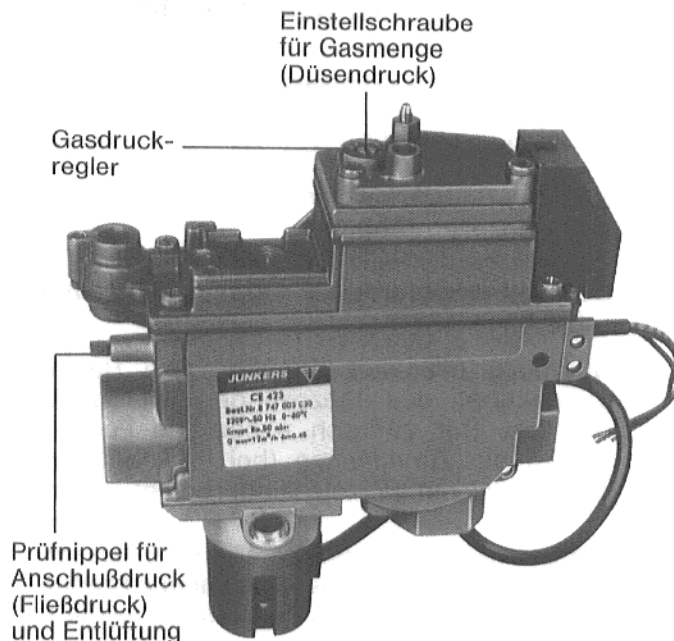
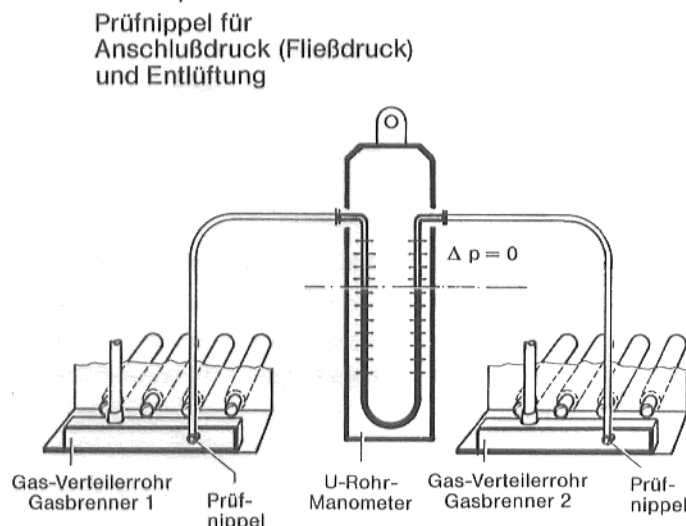

Abb. 3
Abb. 5
4.3 U-Rohr-Manometer am Prüfnippel für Anschlußdruck und Entlüftung anschließen (Abb. 5 u. 9).
- 6.2.2 U-Rohr-Manometer nach Abb. 5 anschließen.
Gasdruck entsprechend dem Wobbeindex aus der Gasdrucktabelle Seite 8 entnehmen und einstellen. Gemessen wird mit dem U-Rohr-Manometer am Prüfnippel des ersten Verteilerrohres (siehe Abb. 5). Bei abweichendem Gasdruck durch Drehen der Einstellschraube am Gasdruckregler der ersten Gasbrennerarmatur nach rechts oder links den angegebenen Düsendruck einstellen (Abb. 3 u. 4).
Die zweite Gasbrennerarmatur ist durch Drehen des Gasdruckreglers nach rechts oder links abzugleichen ($\Delta p = 0$, Abb. 5).
Bei der Einstellung ist darauf zu achten, daß bei Doppelbrennern die Gasdrücke in beiden Verteilerrohren gleich sind ($\Delta p = 0$, Abb. 5).